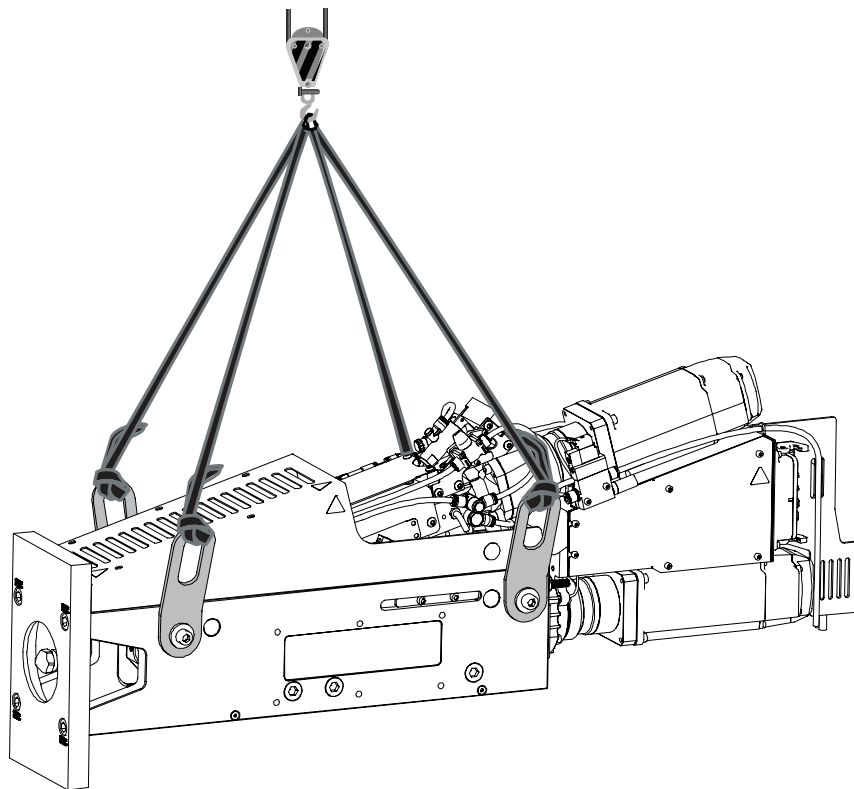

Figura 5-6 Sollevamento orizzontale
1. Assicurarsi che tutte le piastre di sollevamento siano collegate correttamente con quattro imbracature lunghe nei punti di sollevamento comuni. Vedere Figura 5-6 Sollevamento orizzontale.